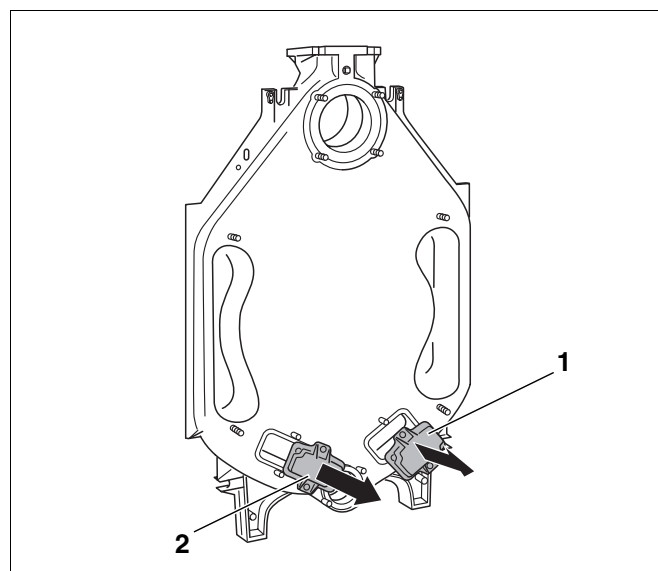

Fig. 7 Afmontering af rensedækslerne
- Skru rensedækslerne på bagelementet af (Fig. 7, pos. 1 og 2).